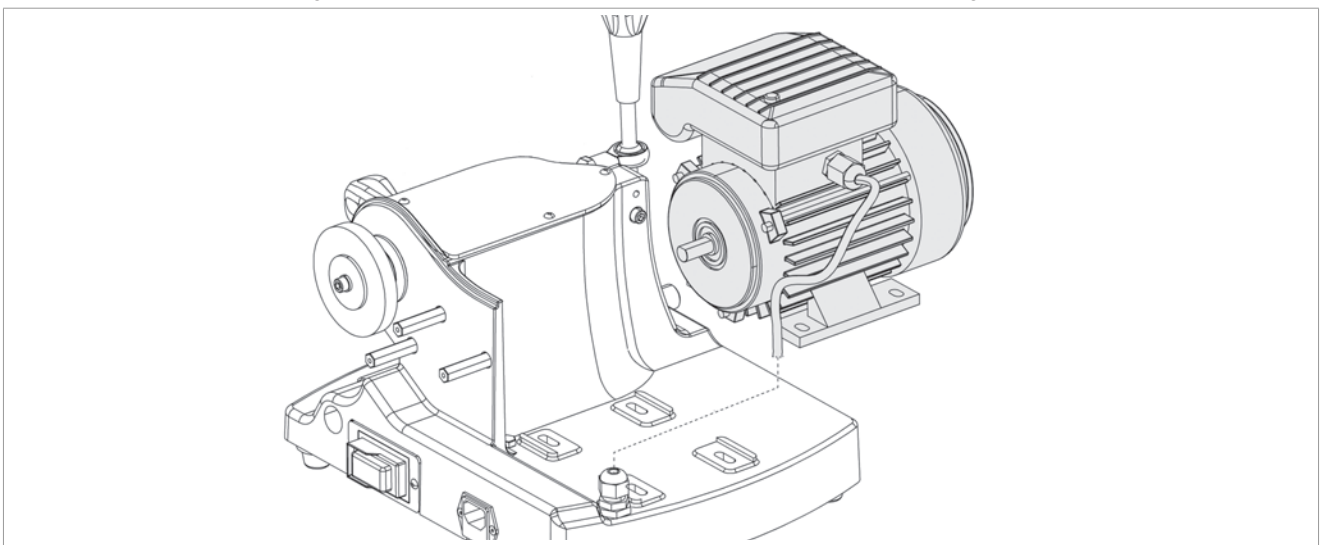

Fig. 64
- 10) Pull out the motor cable and remove the motor (Fig. 64).